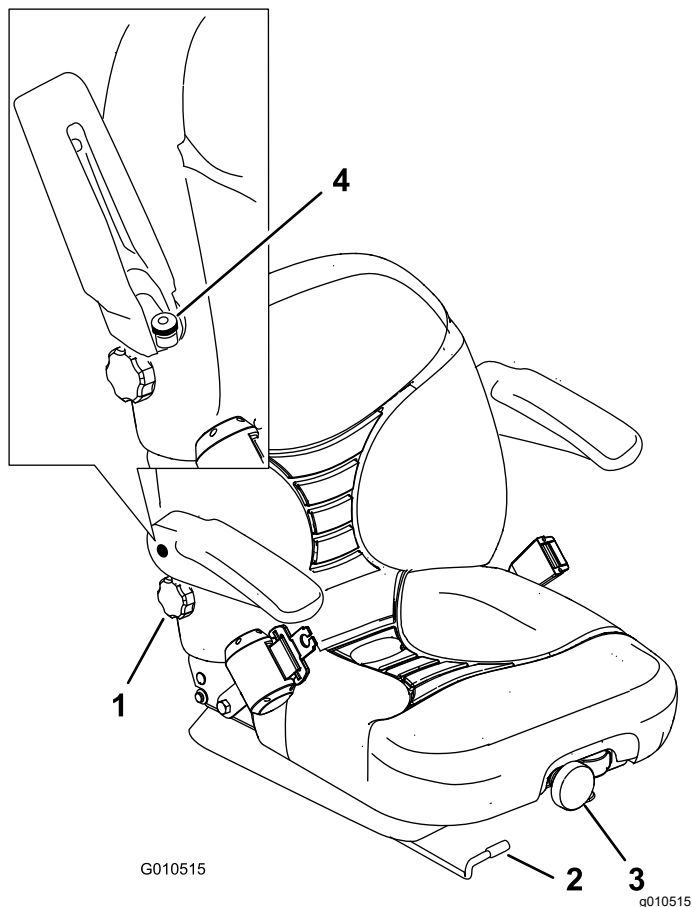

Figura 31
1. Il sedile si regola spostando da un lato la leva per sbloccarlo (Figura 31).
Per spostarlo, girate la manopola anteriore nella direzione opportuna, fino ad ottenere il migliore comfort (Figura 31).
Per spostarlo, girate nella direzione opportuna la manopola situata sotto il bracciolo destro, fino ad ottenere il migliore comfort (Figura 31).
Sollevate il bracciolo e ruotate la manopola nella direzione opportuna fino ad ottenere il comfort ottimale (Figura 31).